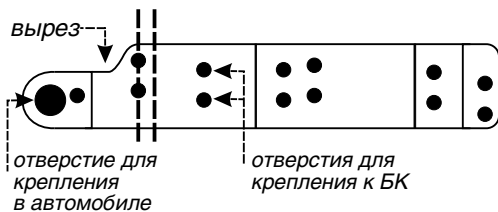

Рис. 4.8
Кронштейн, внешний вид которого приведен на рис. 4.8, представляет собой металлическую пластину.
6. Согните пластины по линиям сгиба, рис. 4.8, как показано на рисунке 4.9. Учитывайте, что кронштейны будут устанавливаться один с правой, другой с левой стороны, сгибайте их в противоположные стороны (зеркально).